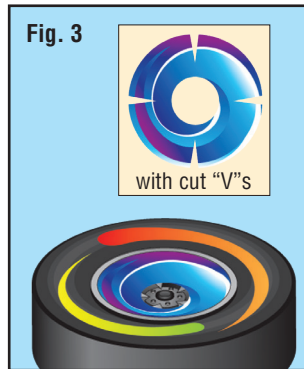

Fig. 3
2. Typically, recessed wheels use the small (slotted) Wheel Cover. In some cases, pre-cut slots need to be enlarged. Cut tiny "V"s using slots as a starting point. (Fig. 3)
2. Généralement, les roues encastrée utilisez le petit (à fente) couvrir de roue. Dans certains cas, fentes pré-coupées doivent être élargies. Coupe minuscule "V"s l'aide d'emplacements comme point de départ. (Fig. 3)